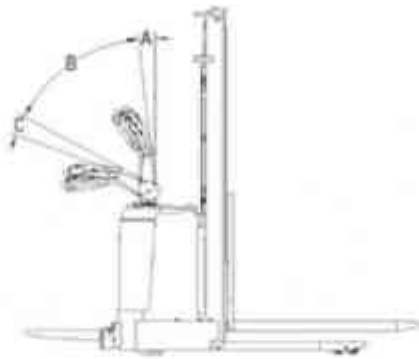

Рисунок 10. Положение румпеля управления.
- Ручка акселератора используется для управления направлением движения и скоростью штабелера. Для изменения направления движения, переведите румпель на деление В, как указано на рис. 10. Когда ручка находится в положении А или С, штабелёр находится в отключенном состоянии, и вы не сможете начать движение. Когда румпель управления находится на делении В, а ручка акселератора поворачивается в одном из выбранных направлений, штабелер может осуществлять движение в соответствующем направлении. Когда акселератор поворачивается в другом направлении, штабелер будет перемещаться в противоположном направлении. В то же время, чем больше амплитуда поворота, тем выше будет скорость перемещения штабелёра.